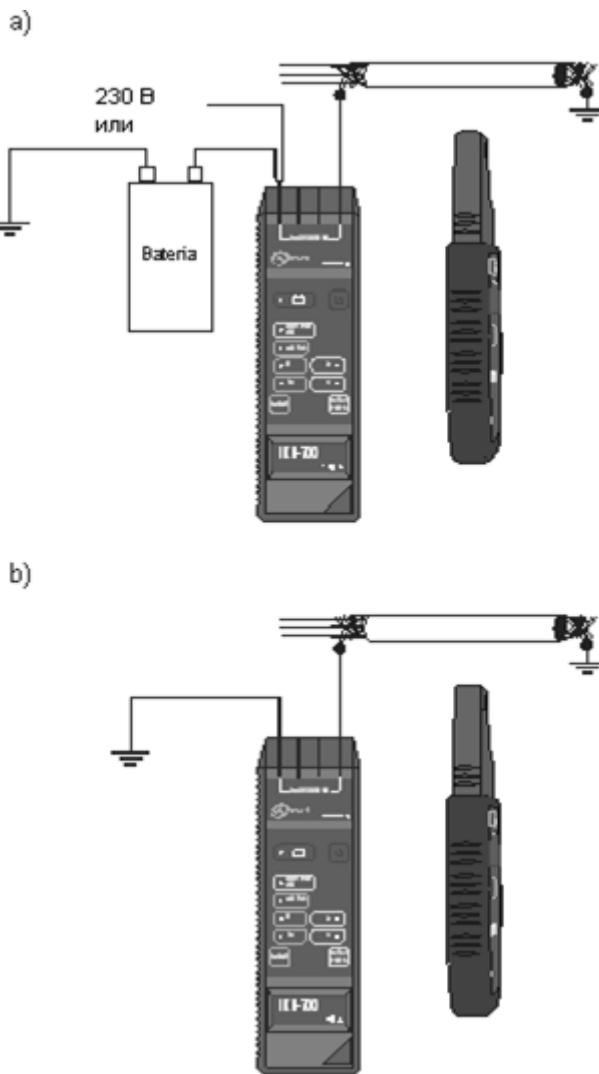

Рис.25 Трассировка экранированного кабеля: а) режим «ток» «М» б) режим «ток-напряжение» «М+Е»
- Соединить один из разъемов **[1], [2]** генератора к экрану кабеля, а второй – к заземлению или заземленному источнику питания постоянного или переменного тока (Рис.25);